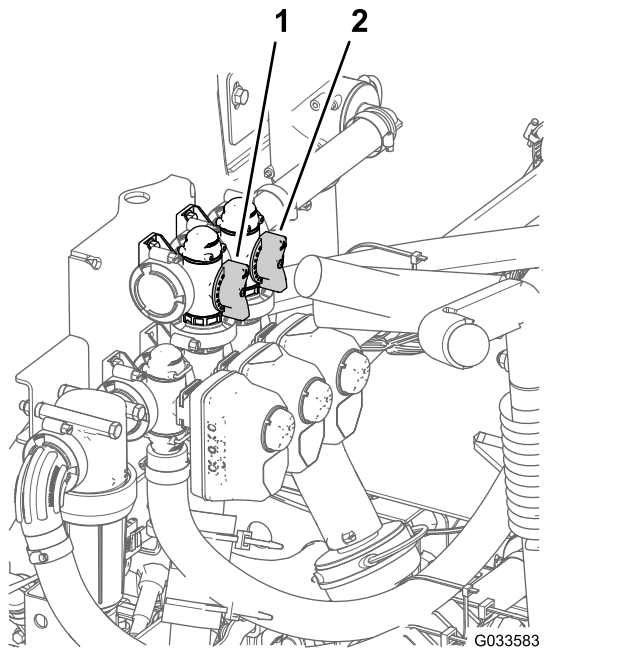

Рисунок 87
11. Отрегулируйте клапан перепуска перемешивания (**Рисунок 87**) на задней стороне клапана перемешивания таким образом, чтобы показание давления по манометру составило 6,9 бара.
8. С помощью главной ручки перепуска секций отрегулируйте интенсивность перемешивания в баке (**Рисунок 87**).